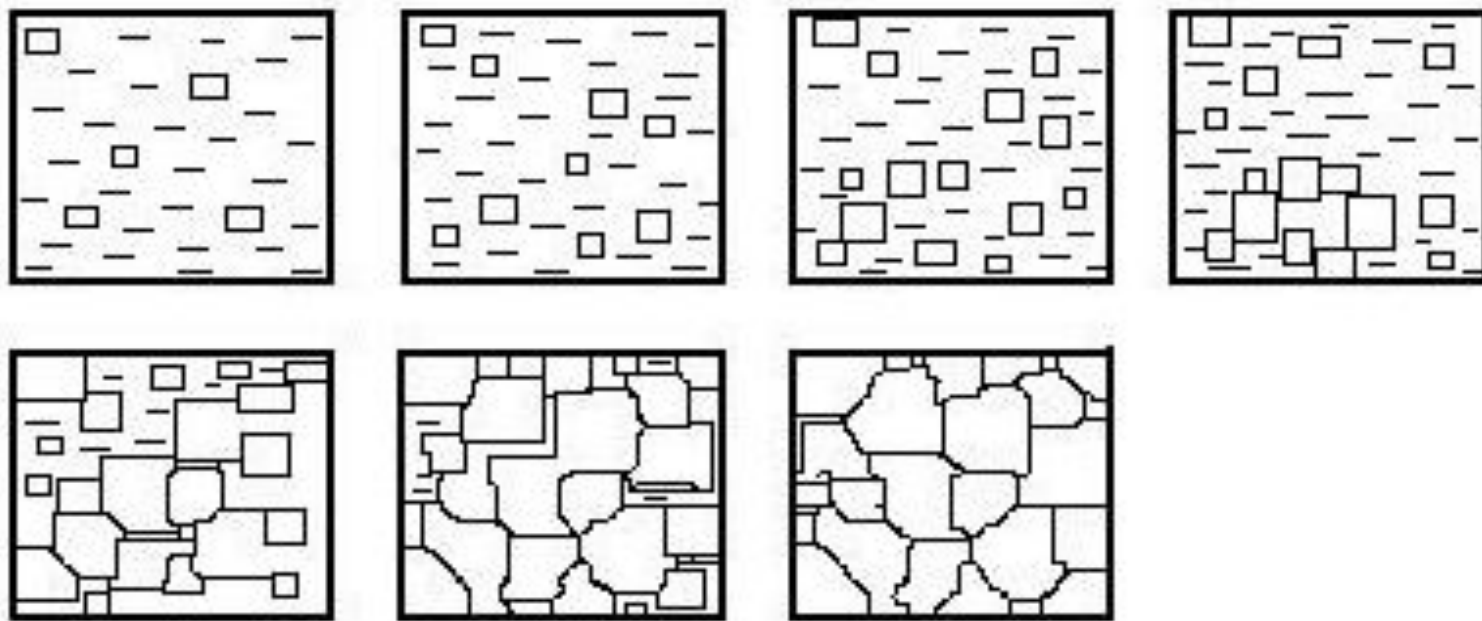

Рис. 4. Схема процесса кристаллизации металла.
- После окончания кристаллизации **образуются кристаллы неправильной формы**, которые называются **зернами или кристаллитами** (рис. 4)